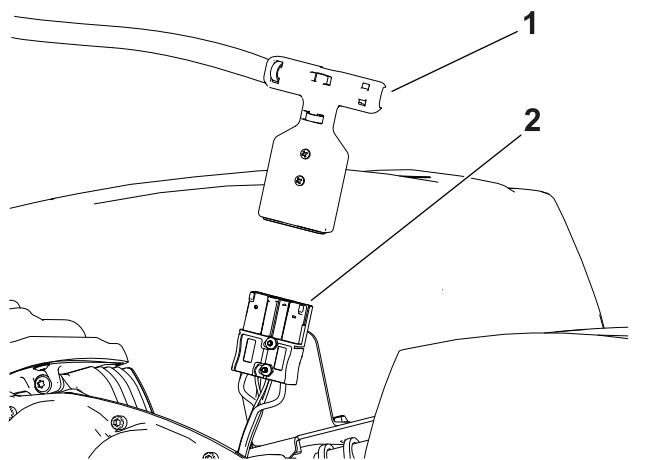

Figura 34
5. Desligue a bateria puxando o conector do cabo T do conector de alimentação principal (Figura 34).